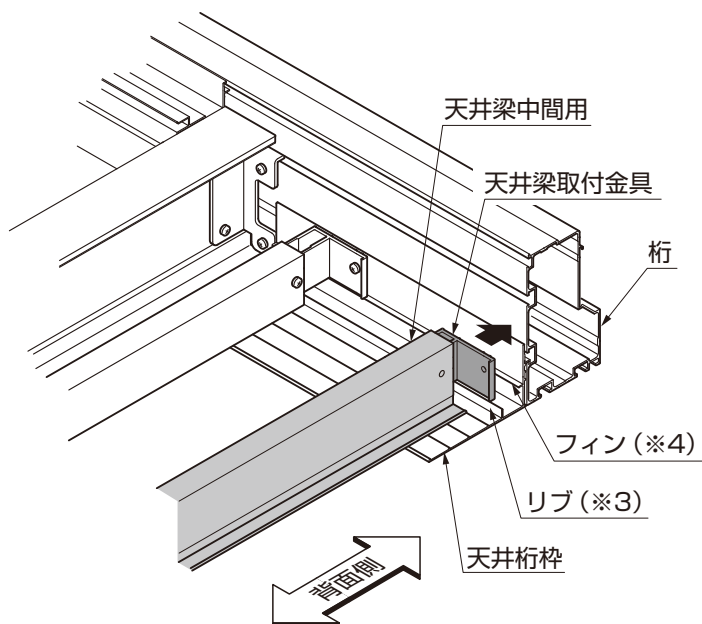
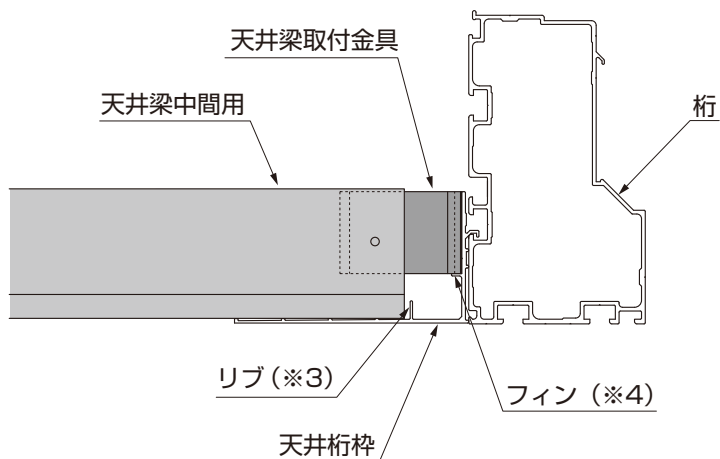

図6-33 天井梁取付金具と天井桁枠の取り付け
図6-34 天井梁中間用の納まり
- 天井梁中間用を天井桁枠の上に乗せる際は、必ずリブ (※3) の上に乗り上げないようにしてください。(図6-33参照)
- ④天井梁中間用から天井梁取付金具を引っ張りだして、天井桁枠に突き当ててください。(図6-33、図6-34参照)
- 天井梁取付金具を、天井桁枠に突き当てる際、必ずフィン (※4) の上に乗るようにしてください。(図6-34参照)